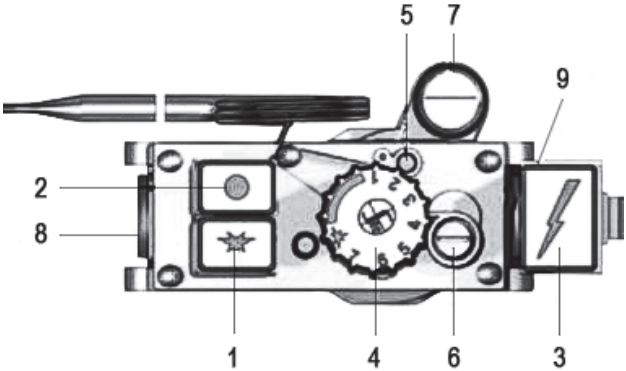
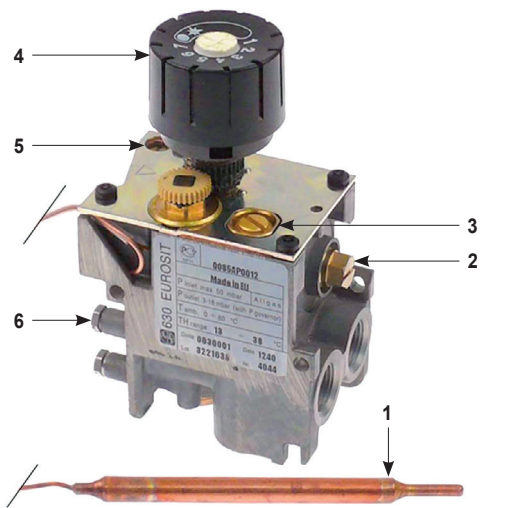

Рис. 10. Газовый блок 710 MINISIT
Рис. 11. Газовый блок 630 EUROSIT
ВНИМАНИЕ! ДЛЯ ПОВТОРНОГО РОЗЖИГА КОТЛА С ГАЗОВЫМ БЛОКОМ 630 EUROSIT НЕОБХОДИМО УСТАНОВИТЬ РУЧКУ В ПОЛОЖЕНИЕ «ОТКЛЮЧЕНО» (СМ. РИС. 10), А ТОЛЬКО ЗАТЕМ ПОВЕРНУТЬ РУЧКУ ГАЗОВОГО БЛОКА В ПОЛОЖЕНИЕ «РОЗЖИГ».
- Медленно повернуть ручку управления (рис. 10, 11 поз. 4) по часовой стрелке в положение минимальной мощности (близко к положению выключения основной горелки) и в этом положении минимального расхода контролировать давление газа на выходе, которое должно быть не менее 3,5 мбар (350 Па). При необходимости произвести корректировку. При повороте винта настройки (рис. 11 поз. 3) на 630 EUROSIT или (рис. 10 поз. 6) на 710 MINISIT против часовой стрелки давление газа увеличивается.
- После проверки и настройки выходного давления при минимальном расходе, перевести ручку управления (рис. 10, 11 поз. 4) в положение «7».
- Контролировать давление газа на выходе, которое должно быть в диапазоне 9-10 мбар (900-1000 Па). При необходимости произвести корректировку. При повороте винта настройки (рис. 11 поз. 2) на 630 EUROSIT или винта под заглушкой (рис. 10 поз. 7) на 710 MINISIT по часовой стрелке давление газа увеличивается.